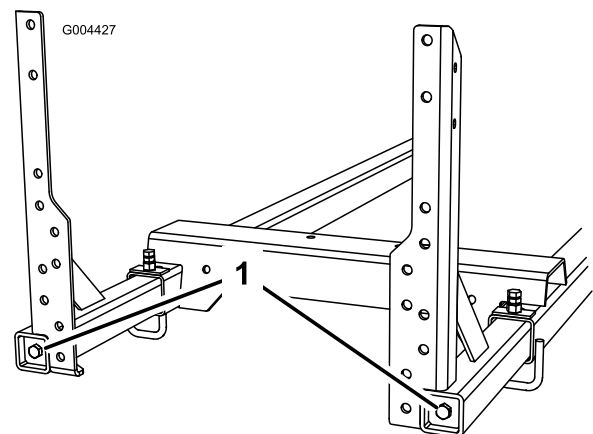

図 8
4. ブームフレーム・ボルトを締めつける 図 8。ボルトを 91-113 N・m (67-83 ft・lb) = 9.3-11.5 kg・m にトルク締めする。